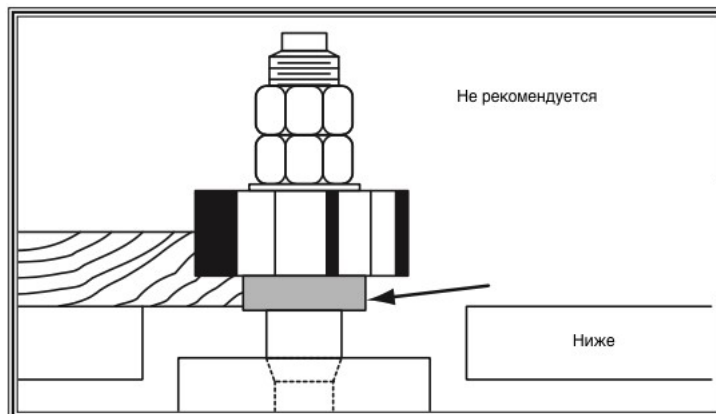

Рис. 18 Прокладка, установленная ниже резца
3. НИЖЕ РЕЗЦА, как показано на Рис. 18.